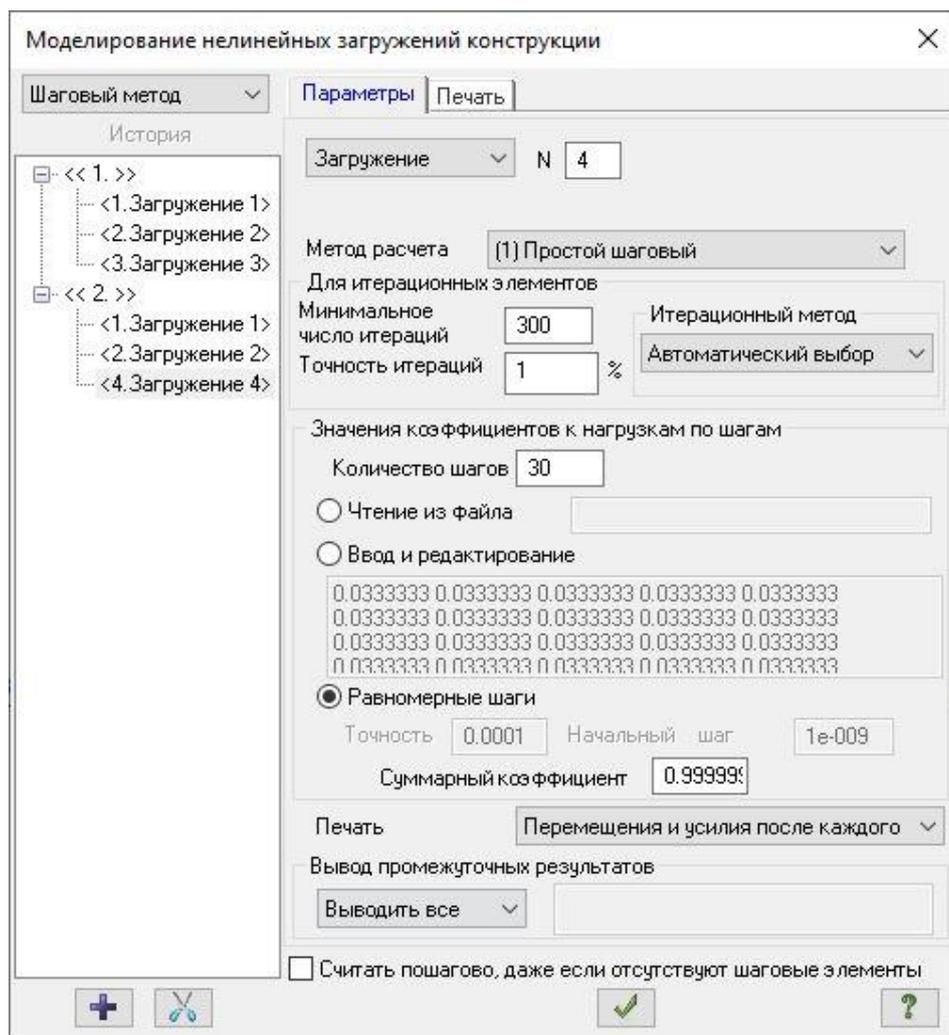

Рис.7.23. Диалоговое окно **Моделирование нелинейных загрузок конструкции**
- Чтобы получить вторую последовательность приложения нагрузок (1, 2 и 4 нагружения), в диалоговом окне **Моделирование нелинейных нагружений конструкции** (рис.7.23) в поле **История** выделите первую историю нагружений и щелкните по кнопке **+** – **Добавить**.
- в раскрывающемся списке **Метод расчета** выберите строку **(1) Простой шаговый**;